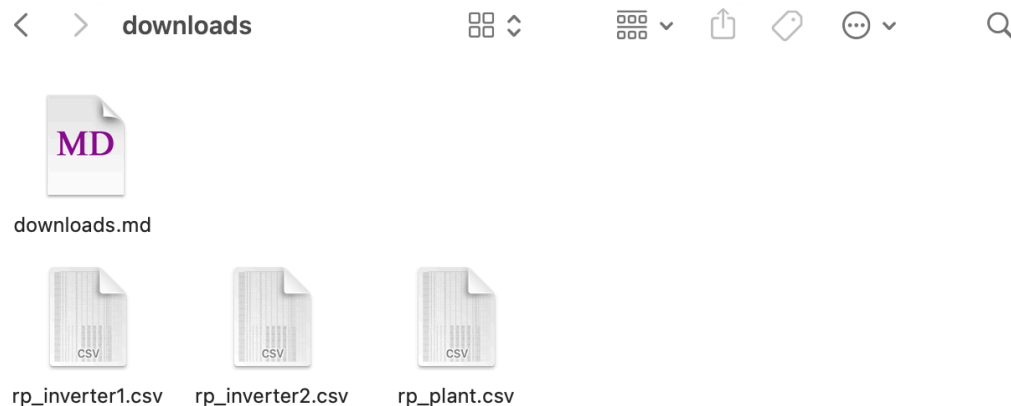

Figura 3.11. Descargas en la carpeta `cno_solar/downloads` del tab *Recurso-Potencia*.
- Se generan archivos según la arquitectura de la planta fotovoltaica (i.e., por subarreglos, por inversores y para la planta completa) y se alojan en la carpeta `cno_solar/downloads`. Por ejemplo, observe en la Figura 3.11 tres archivos:
- El nombre de los archivos .CSV siguen un orden numérico de descarga según el orden alfabético de carga de los archivos de configuración. Es decir, en archivo denominado `rp_inverter1.csv` en la Figura 3.11 corresponde al Inversor 1 (26.1 kWp) y el archivo `rp_inverter2.csv` corresponde al Inversor 2, dado que alfabéticamente el orden de carga es: `system_config_Ejemplo3_Inv1.json`, seguido de `system_config_Ejemplo3_Inv2.json`.